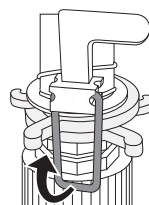

Fig. 8
- ♦ Rabattez le clip métallique ⑤ vers le haut pour que l'unité gicleur ③ tourne à 360° (voir fig. 8).